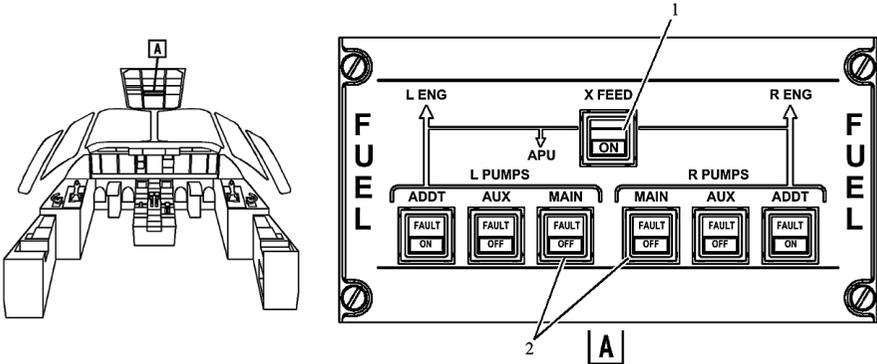

Рис. 15. Пульт управления топливной системы.
1. Установите тумблер POWER (1) на фюзеляжном пульте контроля и управления заправкой (ФПКУЗ) в положение ON (рис. 15, 16).
2. Откройте предохранительный колпачок и установите тумблер DEFUEL (2) на пульте ФПКУЗ в положение ON, при этом табло OPEN должно загореться.
3. Нажмите кнопку X FEED (1) на пульте управления топливной системы (ПУТС).
4. Нажмите кнопки MAIN (2) обеих групп насосов на ПУТС.
6. По окончании слива повторно нажмите кнопки MAIN (2) обеих групп насосов и X FEED (1).
7. Установите тумблер DEFUEL (2) на ФПКУЗ в положение OFF, при этом табло CLOSE должно загореться. Закройте тумблер предохранительным колпачком.
8. Установите тумблер POWER (1) на ФПКУЗ в положение OFF.